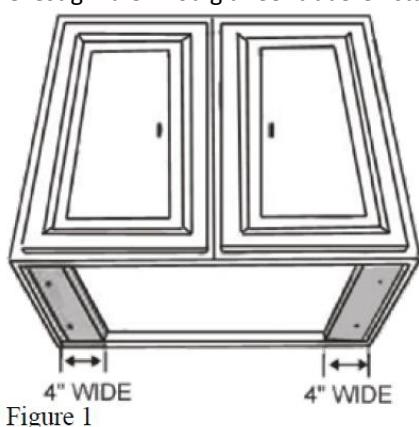

Figure 2
- Druk de uitbreekgaten door (voor montage onder de kast) op de kap zoals weergegeven in Fig. 2.